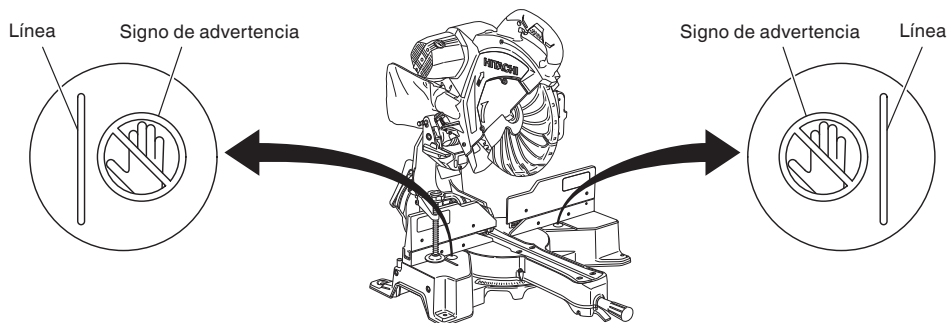

Fig. 21
- * No coloque nunca sus miembros dentro de la línea cerca del signo de advertencia mientras esté utilizando la herramienta. Esto podría resultar peligroso (consulte la Fig. 21).